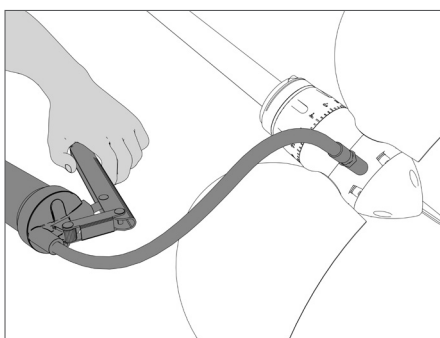

FIG. 45 | Pompaggio del grasso
- Immettere del grasso EWOL ordinabile sul sito www.ewoltech.com oppure www.ewol-propellers.com (dagli USA) tramite una pompa ingrassatrice (Fig. 45), fino al trafilamento dalle sedi delle pale o dalla ghiera MPS.